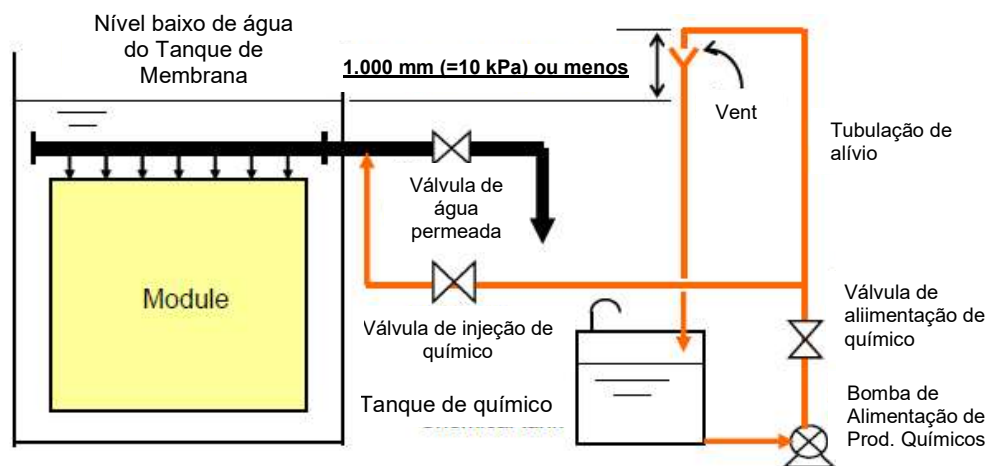

Fig.VIII-4 Limpeza Química com a Bomba de Alimentação de Químico e Tubulação de Alívio
- c. Limpeza química com a bomba de alimentação de químicos e tubulação de alívio (Fig.VIII-4)